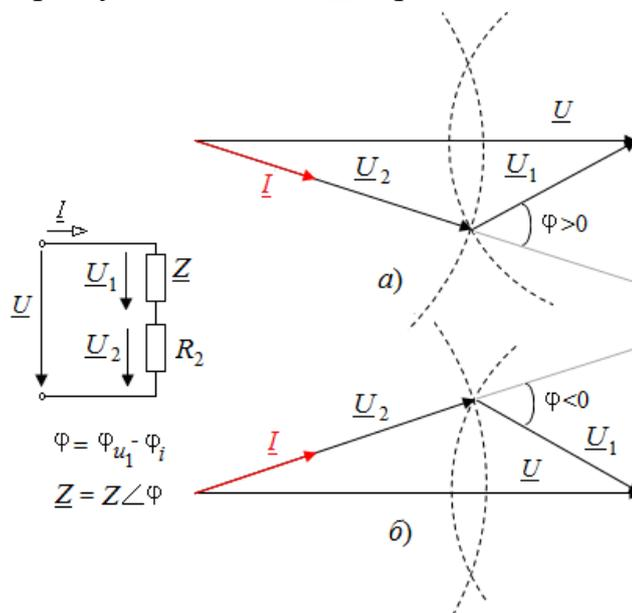

Рис. 3
При расчете параметров пассивного двухполюсника используют также *метод трех вольтметров*. Определение комплексного сопротивления двухполюсника  $\underline{Z}$  проводят путем построения векторных диаграмм: строят в масштабе диаграмму тока и диаграмму напряжений  $\underline{U}_1$ ,  $\underline{U}_2$ ,  $\underline{U}$  (рис. 3). Поскольку напряжения  $\underline{U}_1$ ,  $\underline{U}_2$ ,  $\underline{U}$  связаны между собой равенством  $\underline{U} = \underline{U}_1 + \underline{U}_2$ , то на диаграмме они образуют треугольник со сторонами  $\underline{U}_1$ ,  $\underline{U}_2$ ,  $\underline{U}$ . Треугольник строят с помощью циркуля по трем сторонам в
1. Записать формулы для определения  $\underline{Z}$  методом трех вольтметров по известным значениям  $U_1, U_2, U$  и  $R_2$  (рис. 3). Принимая  $\phi > 0$ , при заданной частоте записать формулу для определения индуктивности двухполюсника.